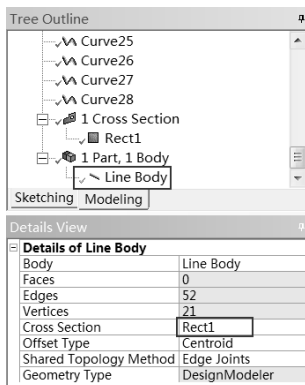

图 5-61 选择截面形状
Step25：在如图 5-61 所示的 Tree Outline 下面选择 Line Body 命令，在 Details View 面板的 Cross Section 中选择 Rect1 选项，其余保持不变，并单击工具栏上的 Generate 按钮。